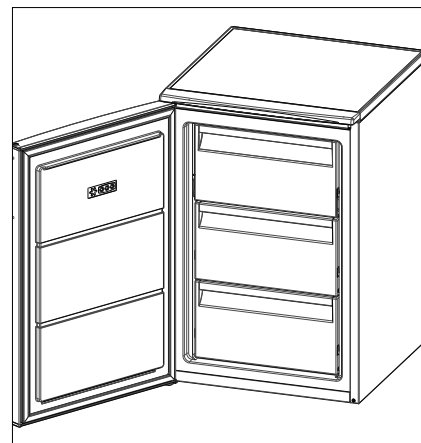

Fig. 14
La direzione di apertura della porta del vano congelatore (4) è stata modificata (fig. 14).